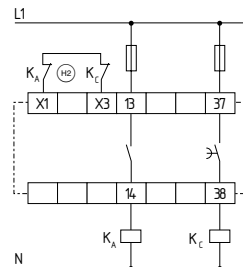

Fig. 20
**Comando de canal único com circuito de retorno (ver Fig. 20)**